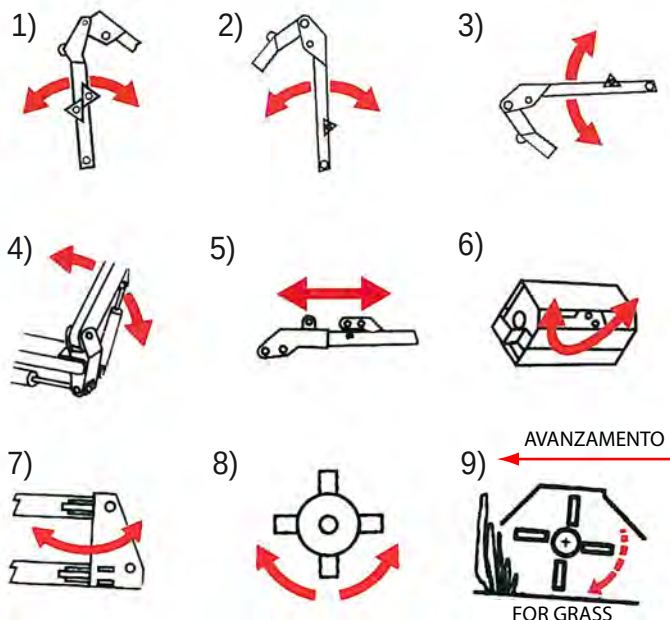

Fig. 36
I pittogrammi posizionati sulle leve indicano il movimento che si ottiene azionando la leva ("Fig. 36").
- 1) Movimentazione primo braccio ("Fig. 36");
- 2) Movimentazione secondo braccio ("Fig. 36");
- 3) Movimentazione terzo braccio (mod. Vigna e CR800) ("Fig. 36");
- 4) Avanzamento secondo braccio (mod. Ventral) ("Fig. 36");
- 5) Movimentazione telescopica ("Fig. 36");
- 6) Movimentazione attrezzo terminale ("Fig. 36");
- 7) Rotazione ("Fig. 36");
- 8) Accensione inversione rotore ("Fig. 36");
- 9) Accensione inversione rotore con Kit Kompressor ("Fig. 36");
The symbols placed on the levers indicate that the movement obtained by operating the lever ("Fig. 36").
- 1) Handling first arm ("Fig. 36");
- 2) Handling second arm ("Fig. 36");
- 3) Handling third arm (mod. Vigna e CR800) ("Fig. 36");
- 4) Advancement second arm (mod. Ventral) ("Fig. 36");
- 5) Telescopic handling ("Fig. 36");
- 6) Handling terminal tool ("Fig. 36");
- 7) Rotation ("Fig. 36");
- 8) Ignition reversing rotor ("Fig. 36");
- 9) Ignition reversing rotor with kit Kompressor ("Fig. 36");
Les pictogrammes placés sur les leviers indiquent le mouvement qui est obtenu en actionnant le levier ("Fig. 36").
- 1) Mouvement 1er bras ("Fig. 36");
- 2) Mouvement 2eme bras ("Fig. 36");
- 3) Mouvement 3eme bras (mod. Vigna e CR800) ("Fig. 36");
- 4) Avancement 2eme bras (mod. Ventral) ("Fig. 36");
- 5) Mouvement telescopique ("Fig. 36");
- 6) Mouvement outil terminal ("Fig. 36");
- 8) Demarrage inversion rotor ("Fig. 36");
- 9) Demarrage inversion rotor avec kit kompressor ("Fig. 36");
Die Symbole auf den Hebel zeigen die Bewegung, die durch die Betätigung des Hebels erhalten wird ("Fig. 36").